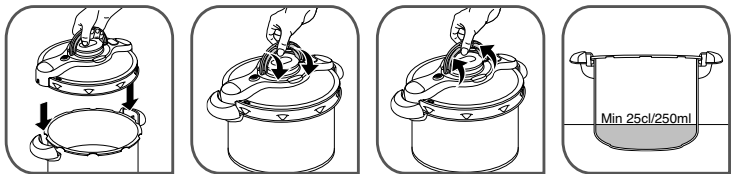

Fig. 1 Fig. 2 Fig. 3 Fig. 4
- Setzen Sie den Deckel auf den Topf wie es in -Abb. 1 dargestellt ist, indem Sie den Kunststoffteil mit den Topfgriffen ausrichten.